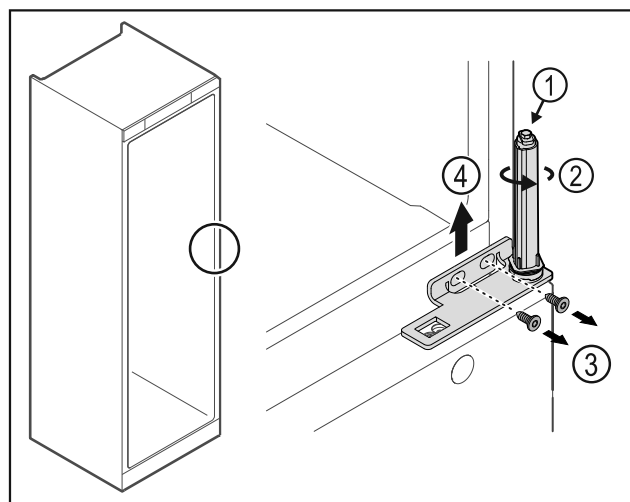

Fig. 22
- Ne szedje szét az ajtó zárrendszert Fig. 22 (1).
- Forgassa el a zárrendszert Fig. 22 (2), amíg az be nem kattán.
- Oldja ki a csavarokat Fig. 22 (3), majd felfelé vegye le a csuklópántot Fig. 22 (4).